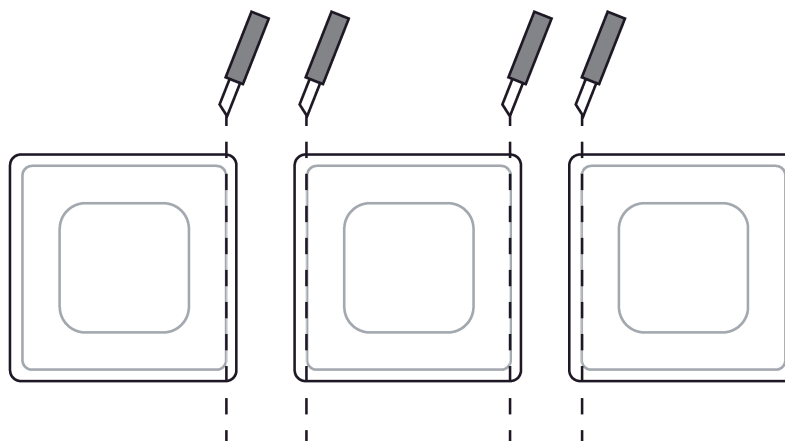

Figura 3: Recortar la almohadilla adhesiva en el caso de combinaciones múltiples
- i** En el caso de combinaciones múltiples, se deberán recortar, con una regla y un cúter, a lo largo de la perforación exterior, las partes de la almohadilla adhesiva que sobresalen (figura 3).